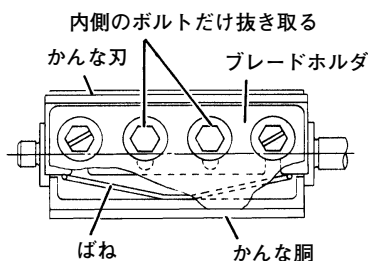

図 31
(3) 後部ベースの斜め穴から、別売部品のドライバーをさし込み、外側のボルトの頭部の溝に合わせてゆるめると、かなな刃はばね (図 31) に押されて数ミリ飛び出します。(図 32)
(4) かなな刃の両端を持って、取りはずします。